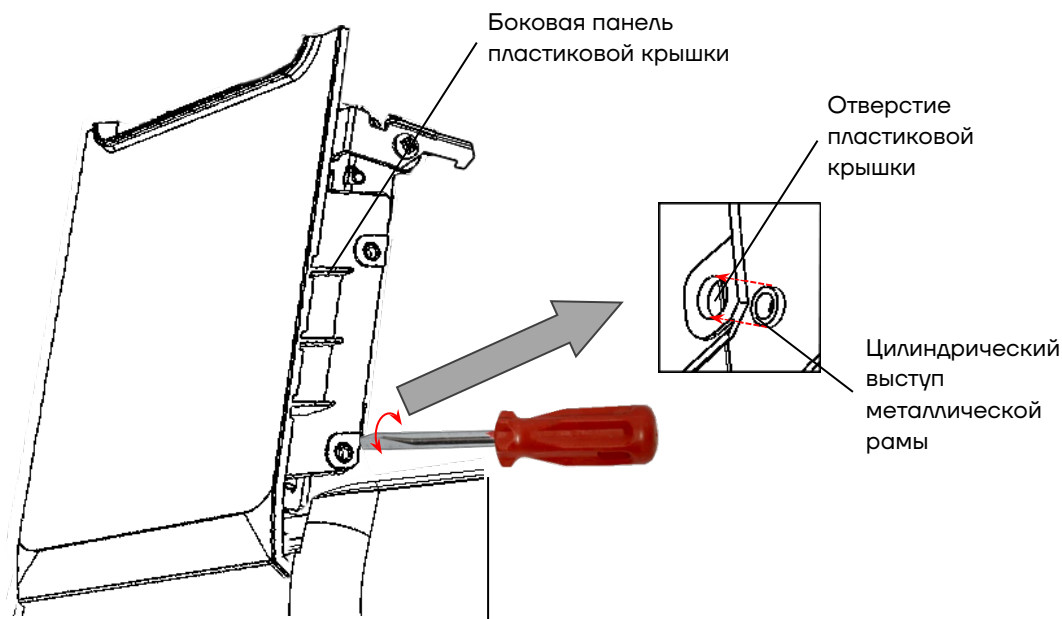

Рисунок 11. Отделение пластиковой крышки от металлической рамы печатающего устройства
- 19** Нажать на кнопку открытия крышки, установить пластиковую крышку лотка для ЧЛ на металлическую раму, совместив отверстия на боковых панелях пластиковой крышки с цилиндрическими выступами металлической рамы печатающего устройства (рисунок 11).